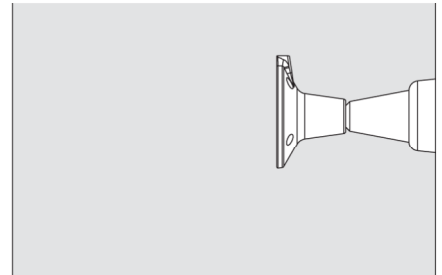

Fig. A2.04b
- Cono con vite -2 M24/DW 20 (Fig. A2.04b)